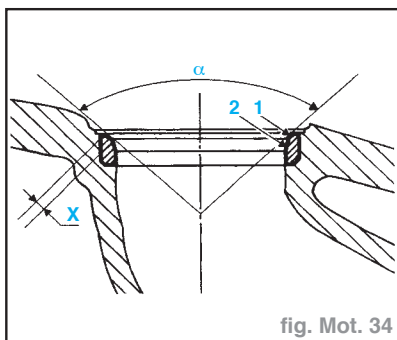

fig. Mot. 34
- Admission et échappement (fig. Mot. 34) :